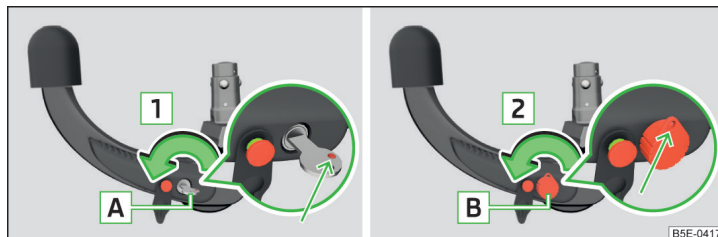

Fig. 186 1. Paso: Variante de llave 1 / variante de llave 2
- Gire la llave **A** en el sentido de la flecha **1** de manera que la marca roja muestra hacia arriba » **fig. 186**.
- Gire la llave **B** en el sentido de la flecha **2** de la manera, que la argolla de llave muestra hacia arriba » **fig. 186**.